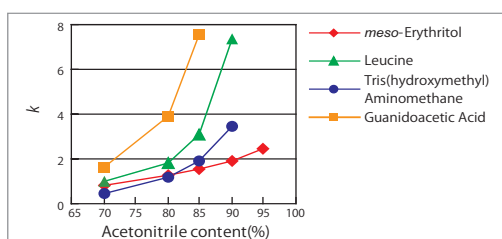

図 1. アセトニトリル濃度と保持との関係
- ・アセトニトリル濃度を高くすると保持は大きくなり、低くすると保持は小さくなります(図1)。